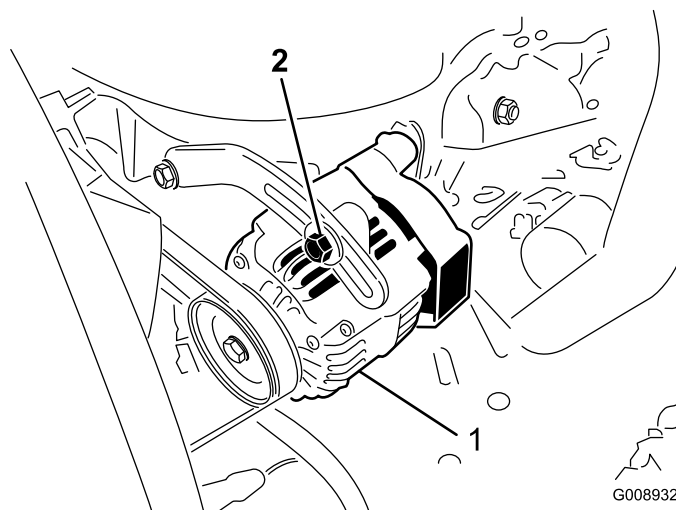

Figure 49
- Si vous n'obtenez pas une flèche de 10 mm, desserrez les boulons de fixation de l'alternateur (Figure 49).